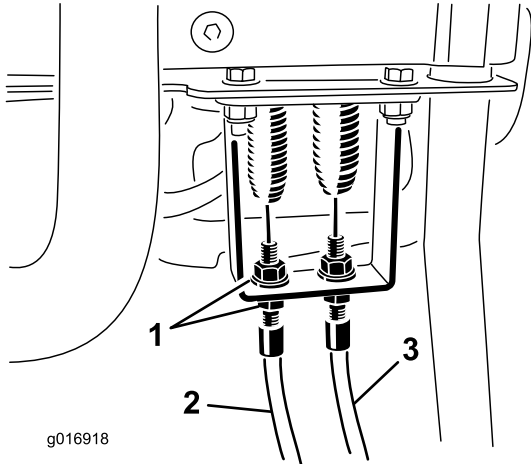
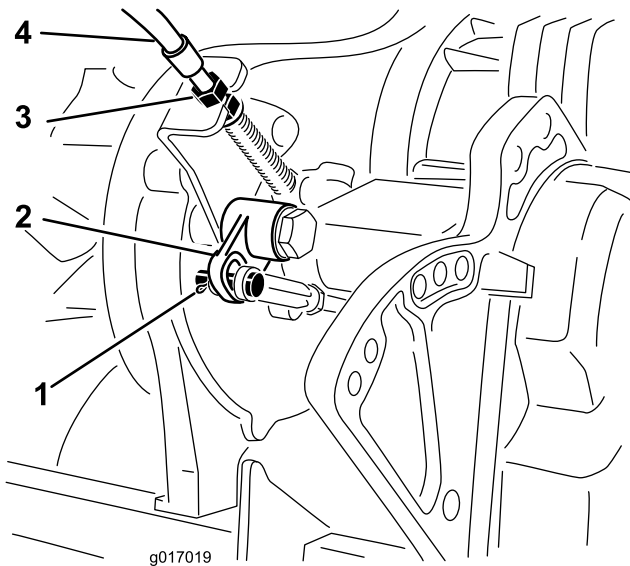

图43
图44
2. 检查拉伸弹簧上的驱动控制装置拉线是否有任何松弛（图43）。如果出现松弛现象，请调整隔板上的锁紧螺母（图44），在弹簧没有拉伸的情况下，消除拉线上的松弛。
4. 取下将铃型曲柄杆卡销固定到曲柄杆上的开口销和柱销。从曲柄杆上断开卡销（图44）。
7. 在变速箱隔板上（图44），调整拉线锁紧螺母，缩减到铃型曲柄的距离，匹配先前的改动。
8. 调整控制台隔板上的拉线，然后调整拉线锁紧螺母，在弹簧没有拉伸的情况下消除松弛（图43）。
3. 在控制手柄隔板上，放松滚刀控制装置拉线，直至拉线松弛（图43）。